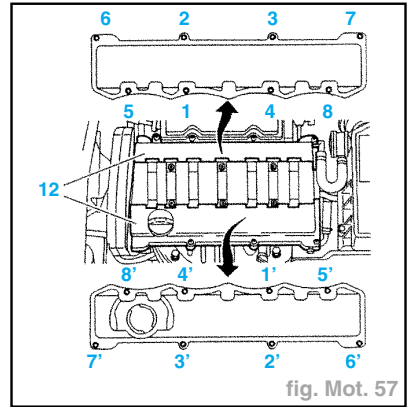

fig. Mot. 57
- Reposer les couvre-culasses (12) après avoir nettoyé les joints et les plans de joints (fig. Mot. 57).